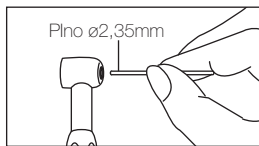

Fig. 8
- 4) Insira um pino de  $\varnothing 2,35\text{mm}$  a partir da extremidade frontal. Pressione a pino e o cartucho e a arruela são removidos da extremidade superior da cabeça. (Fig. 8, 9)